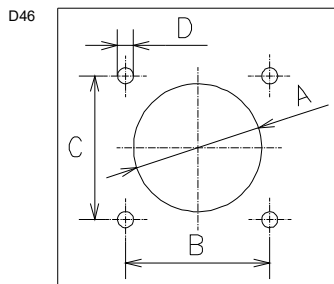
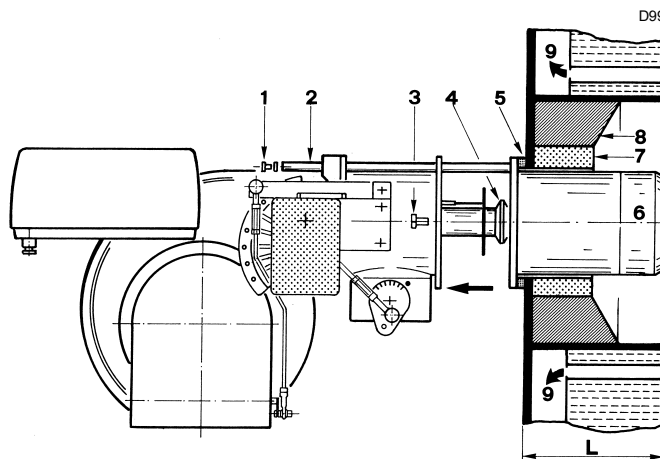

Fig. 11
Fig. 12
Percer la plaque de fermeture de la chambre de combustion comme indiqué dans la Fig. 11.
Pour les chaudières avec circulation des fumées sur l'avant 9)(Fig. 12 à la page 18), ou avec chambre à inversion de flamme, réaliser une protection en matériau réfractaire 7), entre le réfractaire de la chaudière 8) et la buse 6).
- Démontez la buse 6)(Fig. 12) du brûleur comme suit :
- Fixer la buse 6) à la plaque (Fig. 11 à la page 17) de la chaudière en intercalant le joint isolant 5)(Fig. 12) fourni. Utiliser aussi les 4 vis fournies de série après en avoir protégé le filetage avec des produits anti-grippage.
- Remonter le brûleur sur les glissières 2)(Fig. 12), remettre les vis 1) sur les glissières et fixer le brûleur à la buse à l'aide des vis 3).